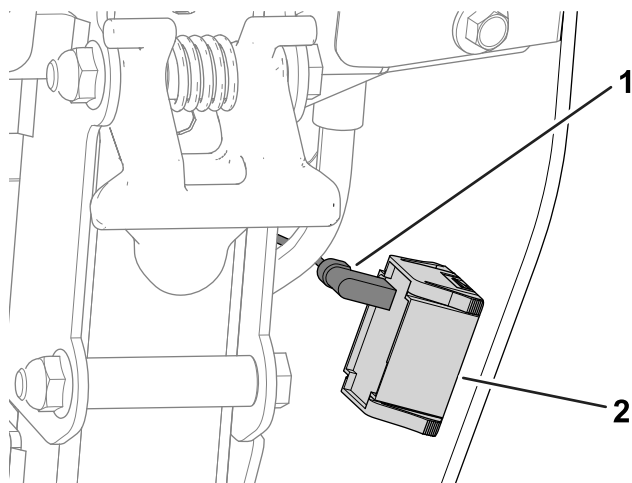

Figura 40
A. Desligue o conector da cablagem do contador de horas (**Figura 40**).